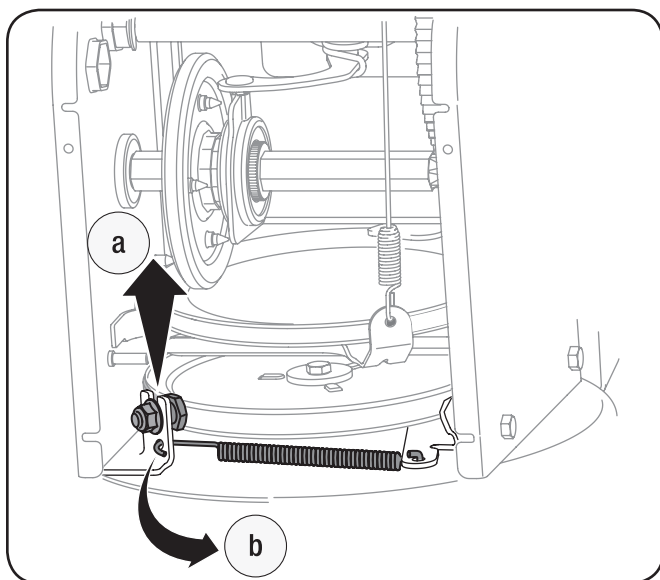

Figura 7-4
6. Quite la correa como sigue: Vea la Figura 7-4.